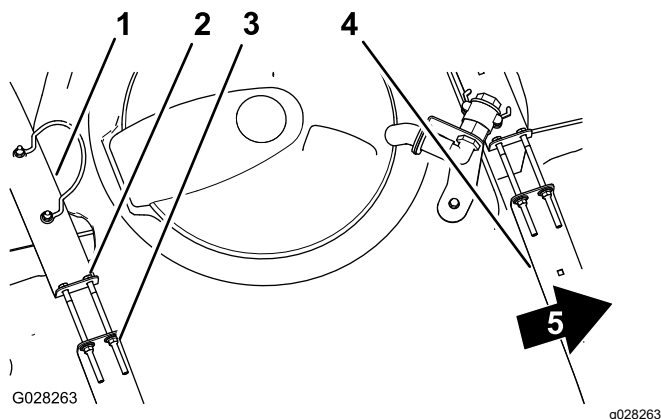

Figura 28
2. Compruebe si hay holgura entre los flejes y el depósito (Figura 28).
3. Si los flejes tienen holgura, apriete las contratuercas con arandela prensada y los pernos del extremo superior de los flejes hasta que los flejes queden apretados contra la superficie del depósito (Figura 28).